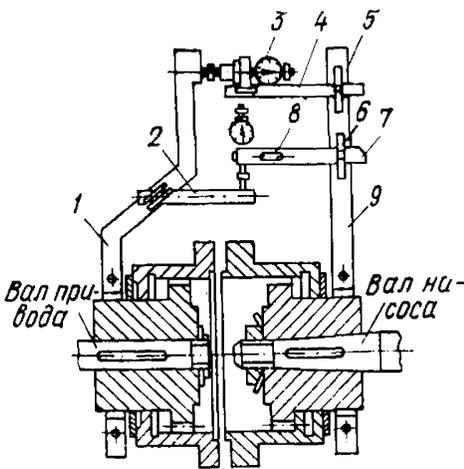

Рис. 5. Приспособление для центровки насосов и приводов по полумуфтам
6. Приспособление для центровки насосов и приводов по полуфутам (рис. 5).